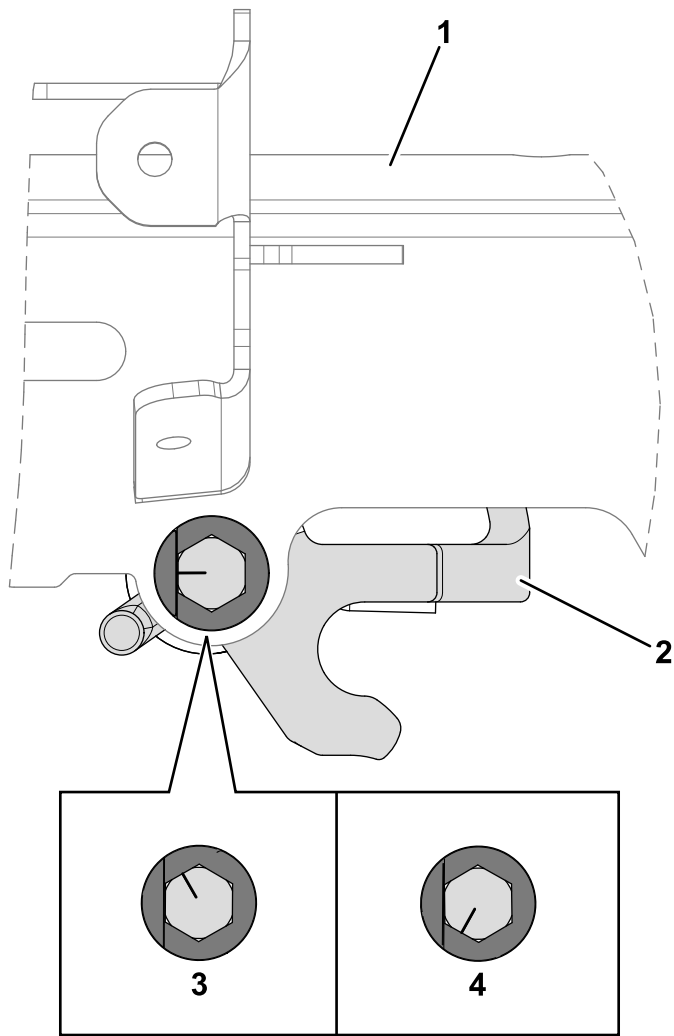

Figura 12
2. Ruotate il bullone in senso orario o antiorario per regolare l'angolo del regolatore di altezza della maniglia. Il regolatore dell'altezza della maniglia deve essere parallelo al gruppo saldato dell'alloggiamento superiore, come illustrato nella Figura 12.